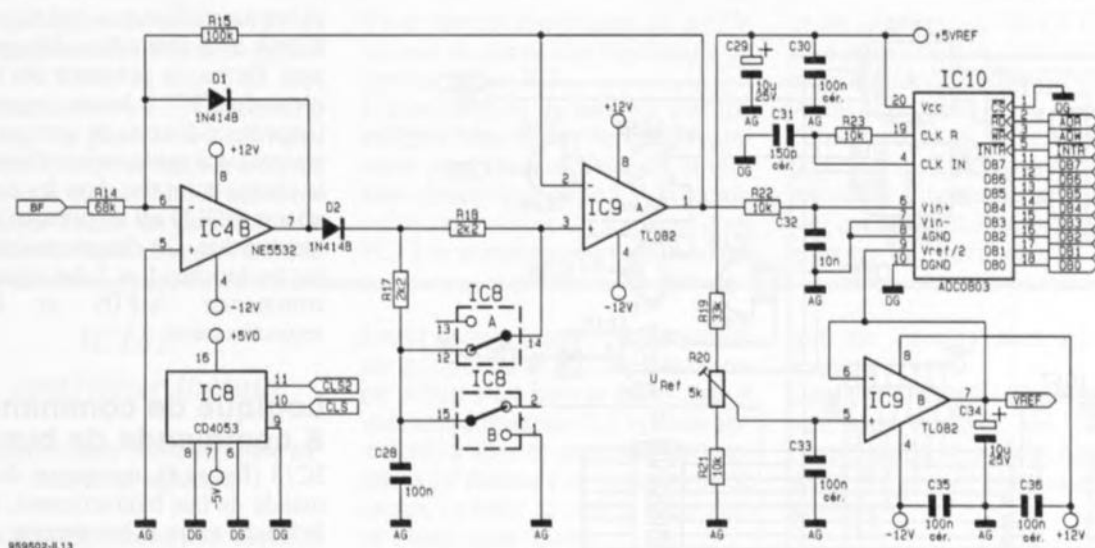
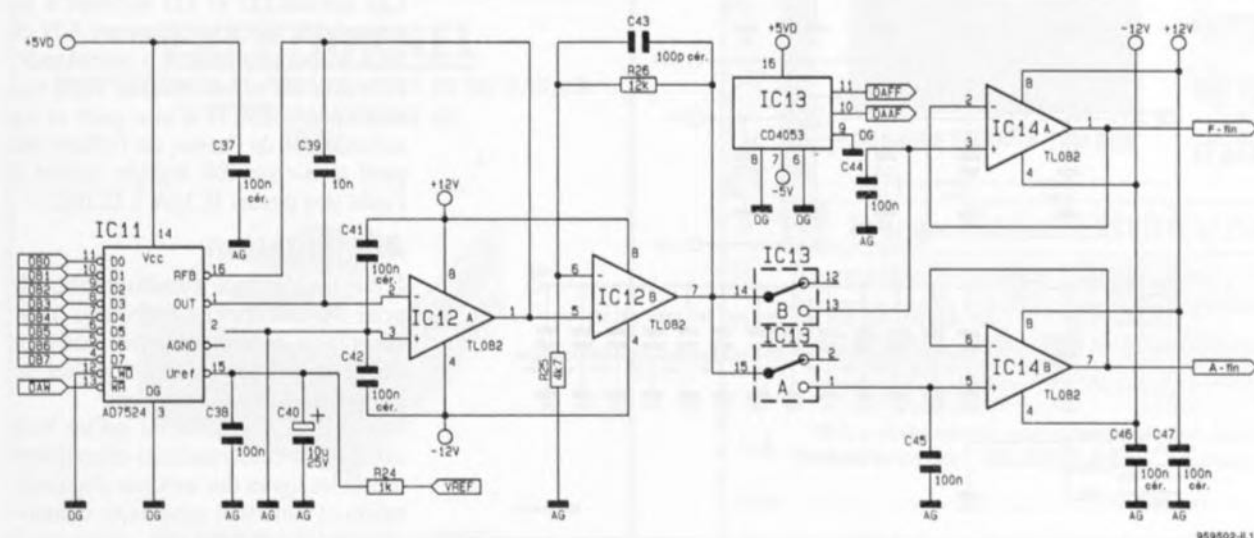

Figure 3. Le circuit de redressement de mesure et le convertisseur A/N à 8 bits.
Figure 4. Schéma du convertisseur N/A à 8 bits avec le multiplexeur.
3. le circuit de redressement de mesure + convertisseur A/N (figure 3),
Outre le circuit de redressement de mesure et le convertisseur le schéma de la figure 3 comporte également le sous-ensemble électronique chargé de générer la tension de référence destinée aux convertisseurs A/N et N/A (figure 4). Nous allons nous intéresser d'abord au fonctionnement du circuit de redressement de mesure réalisé à l'aide de IC4B et IC9A et de l'électronique connexe. La mise en oeuvre des deux amplificateurs opérationnels
électronique de logique et l'étage de conversion N/A de la figure 4 nous allons d'abord nous intéresser à
IC9B, associé aux composants qui l'entourent, se charge, en partant de la tension d'alimentation +5 VREF, de la génération de la tension de référence requise par le convertisseur A/N. IC9B, faisant office de tampon, garantit que IC10 soit capable d'annuler des variations d'impédance importantes sur l'entrée VREF/2. La résistance ajustable R20 sert au réglage de la tension de référence tandis que les résistances fixes R19 et R21 délimitent la plage de mesure. Via la ligne VREF (broche 7 de IC9B) la tension de référence est appliquée également – nous l'avons mentionné déjà – au convertisseur N/A de la figure 4.
On a besoin, pour la commande de l'amplitude de signal et de la fréquence, d'un signal de commande analogique, généré dans le cas de l'audiographe par le convertisseur N/A à 8 bits, IC11, un AD7524 (figure 4). Les entrées de données (8bits) DB0 à DB7 sont reliées directement au bus de données (figure 5). La commande s'effectue ici via la ligne \overline{DAW} . Après la conversion le signal analogique de sortie est présent, sous la forme d'un signal en courant, sur la sortie différentielle (broches 1 et 2). IC12A commence par effectuer une conversion I/U alors qu'IC12B et l'électronique connexe introduisent
IC18 (**figure 5**), un circuit de commande de bus bidirectionnel, établit la liaison entre le bus externe du PC et le bus à 8 bits de l'audiographe. Outre les circuits intégrés IC20 et IC21, le convertisseur A/N de la figure 3 et le convertisseur N/A de la figure 4 sont également connectés à ce même bus.